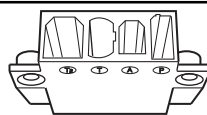

Рис.25:
1. Ввести разъемы кабелей в кабельную муфту. Ячейки кабельной муфты маркированы, чтобы каждому отверстию соответствовал только определенный разъем определенного кабеля (рис.25). Отверстия под разъемы в муфте имеют пазы, чтобы предотвратить неправильную установку разъемов, поэтому не следует прилагать значительную силу для заведения разъемов в муфту.